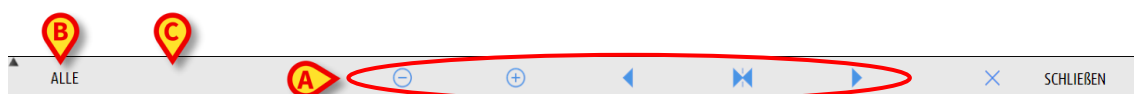
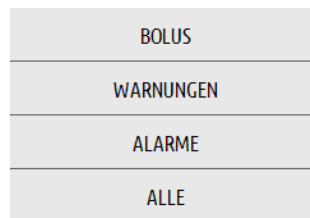

Abb. 26
Abb. 27
Abb. 26 zeigt die Befehlsleiste der Ansicht "Detaildaten Pumpe". In diesem Abschnitt sind die Funktionen aufgeführt, die durch die verschiedenen, auf dieser Befehlsleiste vorhandenen Schaltflächen aktiviert werden.
Alle (Abb. 26 B) filtert die Ereignisliste. Im nächsten Abschnitt finden Sie eine Beschreibung der Ereignisliste.
Kritisch (wenn verfügbar - Abb. 26 C) markiert das Medikament als "Kritisch". "Kritische" Medikamente zeichnen sich durch unterschiedliche, spezifische Alarmtöne aus. Nach dem Klicken auf die Schaltfläche wird eine Benutzerbestätigung angefordert, bevor das Medikament als "Kritisch" gekennzeichnet wird.
Die fünf in Abb. 26 A hervorgehobenen Schaltflächen gestatten die Änderung der Anzeigemodalitäten der Grafiken. Ihre Funktionen sind die folgenden:
Die in Abb. 26 B dargestellte Schaltfläche gestattet das Filtern der Liste der angezeigten Ereignisse. Die Liste der Ereignisse ist im nachstehenden Abschnitt beschrieben.
Mit der Schaltfläche „**Kritisch**“ (Abb. 26 C) kann das Medikament als „Kritisch“ markiert werden. „Kritische“ Medikamente zeichnen sich durch spezifische Alarmtöne aus, die sich von den anderen Signaltönen unterscheiden. Nach dem Klicken auf die Schaltfläche ist eine Bestätigung des Benutzers erforderlich, bevor das Medikament als „kritisch“ gekennzeichnet wird.
Bei Anklicken der in Abb. 26 **B** abgebildeten Schaltfläche auf der Befehlsleiste, wird ein Menü geöffnet, das es gestattet, die Art der anzuzeigenden Ereignisse zu wählen (Abb. 27).
- Ereignisse, die sich auf ein bestimmtes Medikament beziehen. Das Dropdown-Menü ermöglicht die Auswahl aller Medikamente oder nur kritischer Medikamente (wie unter „Pumpendetail“ definiert – siehe Abb. 26 C). Hier können Sie den Namen eines bestimmten Medikaments als Freitext eingeben.